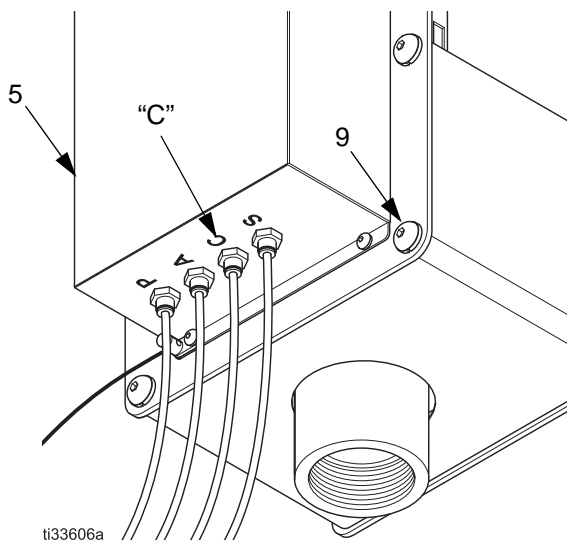

FIG. 9: Coperchio del Gun Flush Box e raccordi dell'aria
2. Rimuovere le quattro viti (9) che bloccano il coperchio (5) del Gun Flush Box. Consultare FIG. 9.
3. Forzare i grilletti del cilindro collegando l'aria alla porta C. Attivare l'aria per estendere i pulsanti dei cilindri (31) e (35).